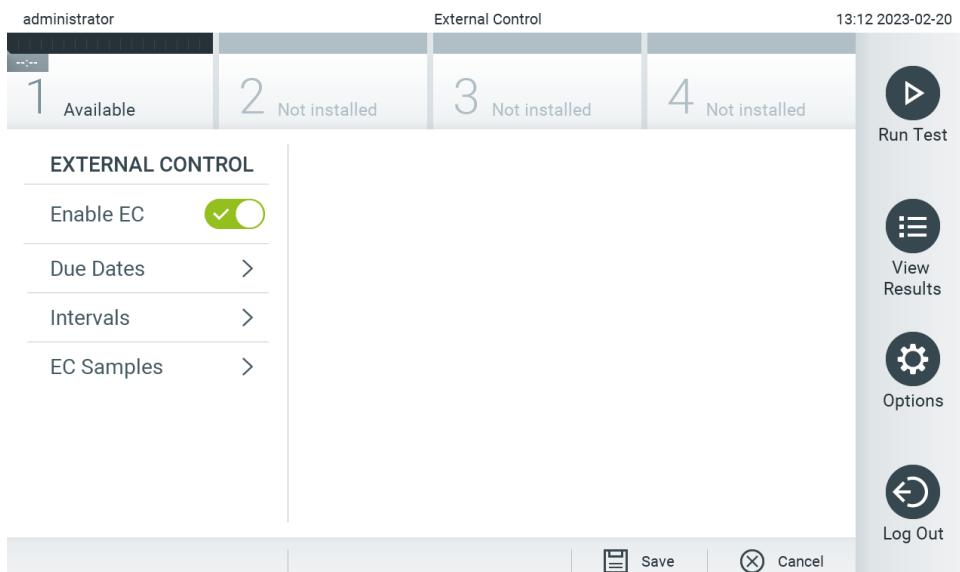

Abbildung 76. Der Bildschirm External Control (Externe Kontrolle).
3. Wählen Sie **Due Dates** (Fälligkeitsdaten) und dann einen Assay aus der Liste aus, um zu sehen, wann der letzte externe Kontrolltest je Assay und Analysemodul durchgeführt wurde und wann der nächste externe Kontrolltest fällig ist (Abbildung 76).